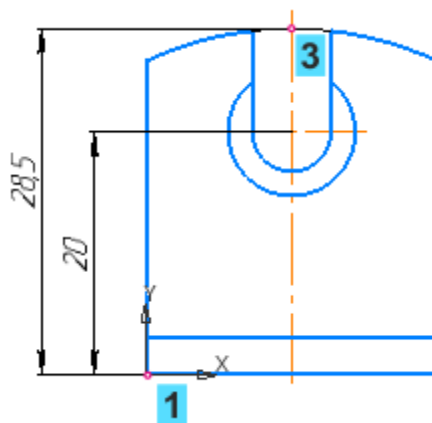

Рисунок 5
- Постройте вертикальный размер между точками 1 и 3.(рисунок 5)